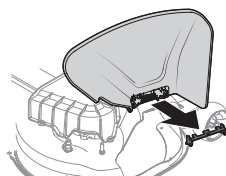

Fig. 11
- Sujete el deflector del canal completamente hacia arriba, extraiga el soporte de tope. Baje el deflector del canal y deseche el soporte de tope (Fig. 11).